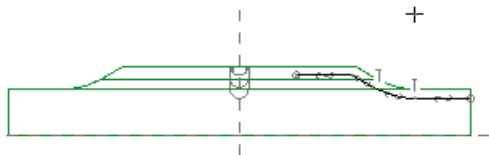

图 10.1.43 截面草图 1
Step5. 绘制草图 1。在“轨迹”操控板单击  按钮,在弹出的菜单中选择  命令,系统弹出“草绘”对话框。在模型树中选取  DISK.PRT 节点下的 DTM1 基准平面为草绘平面,选取 TOP 平面为参考平面,方向为 **顶**,单击 **草绘** 按钮,进入草绘环境,使用  命令,绘制图 10.1.43 所示的截面草图,绘制完成后,单击  命令,退出草绘环境。